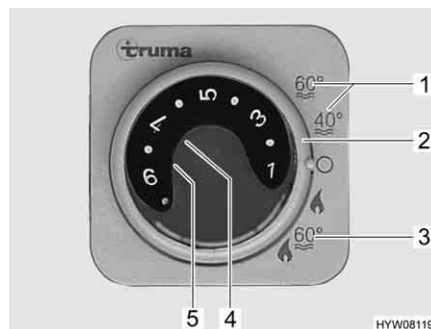

Fig. 209 Centralina di controllo per riscaldamento/boiler
Il boiler è integrato nel riscaldamento e funziona a gas (funzionamento a gas) o a gas o a corrente (funzionamento a gas e funzionamento elettrico a 230 V). Il boiler si accende dalla centralina di controllo (Fig. 209) con l'interruttore girevole (Fig. 209,2). Sul selettore di energia (Fig. 211) viene preselezionato il tipo di energia (funzionamento a gas e elettrico a 230 V).
Durante il funzionamento invernale "Riscaldamento e boiler" (Fig. 209,3) accendendo il riscaldamento viene riscaldata automaticamente anche l'acqua nel boiler. Quando il riscaldamento si spegne al raggiungimento della temperatura ambiente desiderata, il boiler continua a riscaldare l'acqua, fino a quando questa raggiunge la temperatura impostata.
Durante il funzionamento estivo (Fig. 209,1) l'acqua nel boiler viene riscaldata soltanto fino a 40 °C o 60 °C. L'acqua si riscalda a 60 °C in ca. 25 minuti. La spia di controllo gialla (Fig. 209,5) si accende durante la fase di riscaldamento del boiler.
L'alimentazione di tensione dell'apparecchio non può essere interrotta tramite l'interruttore principale a 12 V. In caso di guasto si accende la spia rossa di controllo (Fig. 209,4) sulla centralina di controllo (vedi capitolo 14).
- Sulla centralina di controllo (Fig. 209) posizionare l'interruttore girevole (Fig. 209,2) su "Funzionamento estivo" (Fig. 209,1).
La spia gialla di controllo (Fig. 209,5) si accende durante la fase di riscaldamento. Al raggiungimento della temperatura dell'acqua desiderata, la fase di riscaldamento termina e la spia gialla di controllo si spegne.
- Sulla centralina di controllo (Fig. 209) posizionare l'interruttore girevole (Fig. 209,2) su "O".
La combinazione funzionamento a gas e funzionamento elettrico a 230 V diminuisce il tempo di riscaldamento del boiler (è possibile solo se il boiler viene impostato sulla centralina di controllo (Fig. 209) su funzionamento invernale).